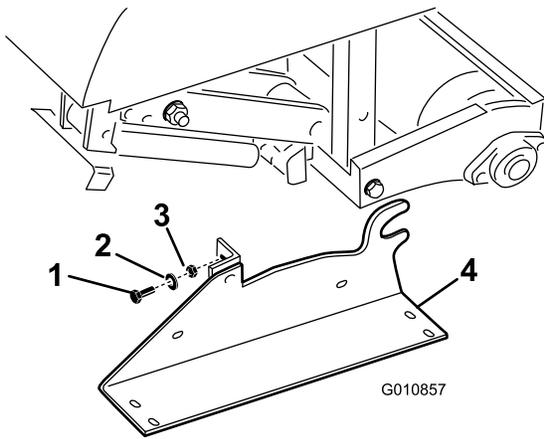

Figura 31
2. Rimuovete i bulloni, le rondelle di bloccaggio e i dadi che fissano i supporti di rimessaggio su entrambi i lati dell'arieggiatore (Figura 31).